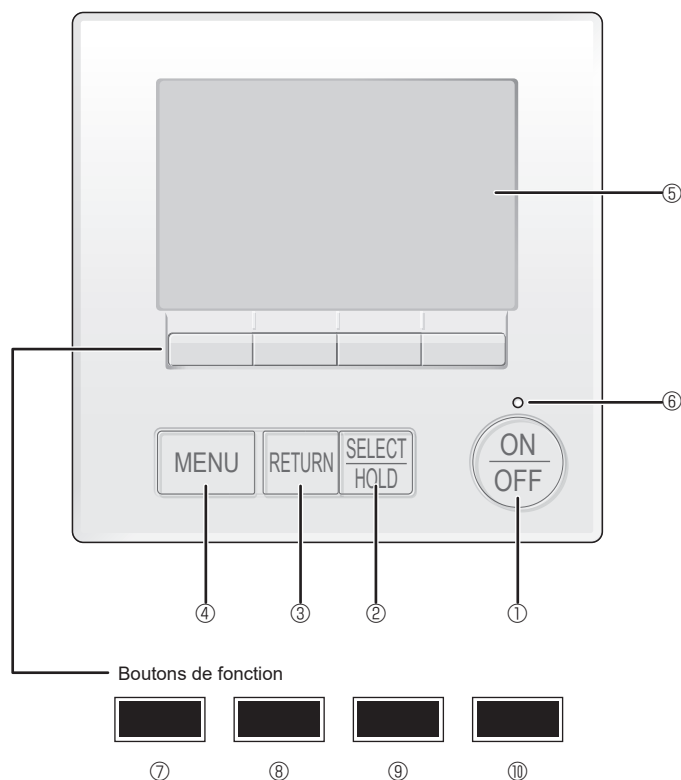

Fig. 7-1
7.2.1. Utilisation de la télécommande filaire (Fig. 7-1)
① Bouton [ON/OFF]